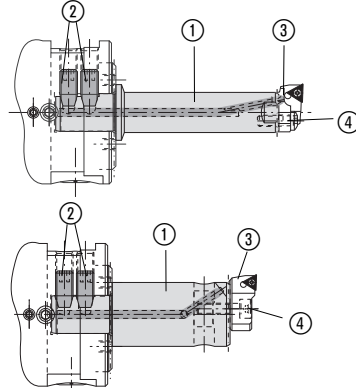

Fig. 4
**Corps cranté et porte plaquette (Fig. 4)**